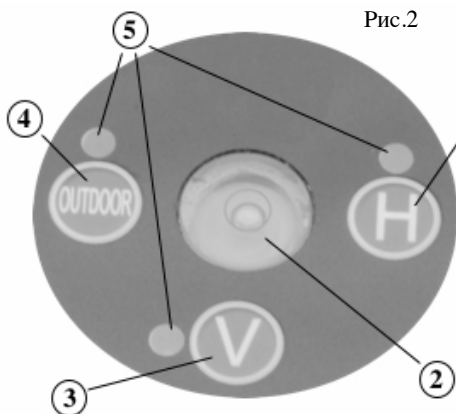

Рис.2
- загорится индикатор включения устройства под пузырьковым уровнем (см. п.2, рис.2)
- на панели управления загорится индикатор рядом с кнопкой **H** (см. п.5 и п.1, рис.2).
- все индикаторы режимов (см. п.5, рис.2) и индикатор включения устройства под пузырьковым уровнем (см. п.2, рис.2) погаснут
Для управления режимами работы горизонтального лазерного модуля используется кнопка **H** (см. п.1, рис.2) на панели управления устройством (см. п.1, рис.1). Последовательные нажатия этой кнопки приводят к переключению на очередной режим.
- включен горизонтальный лазерный модуль (при включении устройства), на панели управления горит индикатор рядом с кнопкой **H** (см. п.5 и п.1, рис.2)
- выключен горизонтальный лазерный модуль, на панели управления не горит индикатор рядом с кнопкой **H** (см. п.5 и п.1, рис.2).
Для управления режимами работы вертикального лазерного модуля и модулем точки отвеса используется кнопка **V** (см. п.3, рис.2) на панели управления устройством (см. п.1, рис.1). Последовательные нажатия этой кнопки приводят к переключению на очередной режим.
- выключен вертикальный лазерный модуль и модуль точки отвеса (при включении устройства), на панели управления не горит индикатор рядом с кнопкой **V** (см. п.5 и п.3, рис.2)
- включен вертикальный лазерный модуль и модуль точки отвеса, на панели управления горит индикатор рядом с кнопкой **V** (см. п.5 и п.3, рис.2).
Для управления режимами работы устройства в помещении или на улице используется кнопка **OUTDOOR** (см. п.4, рис.2) на панели управления устройством (см. п.1, рис.1). Последовательные нажатия этой кнопки приводят к переключению между режимами.
- в помещении (при включении устройства), на панели управления не горит индикатор рядом с кнопкой **OUTDOOR** (см. п.5 и п.4, рис.2)
- на улице, на панели управления горит индикатор рядом с кнопкой **OUTDOOR** (см. п.5 и п.4, рис.2).